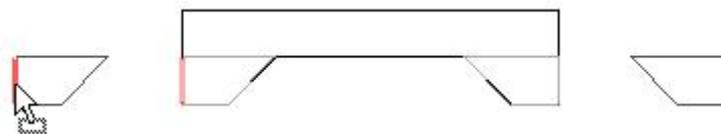

图 4-30 水平移动楼板边缘
(1) 水平移动
- 要移动单段楼板边缘，选择此楼板边缘并水平拖动它。要移动多段楼板边缘，选择此楼板边缘的造型操纵柄。将光标放在楼板边缘上，并按 Tab 键高亮显示造型操纵柄。观察状态栏以确保高亮显示的是造型操纵柄。单击以选择该造型操纵柄。向左或向右移动光标以改变水平偏移。这会影晌此楼板边缘所有线段的水平偏移，因为线段是对称的（图 4-30）。移动左边的楼板边缘也会移动右边的楼板边缘